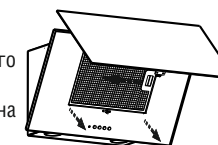

рис. 4
Перед установкой вытяжки снимите алюминиевый фильтр (рис. 4).
- потяните за нижний край откидной панели, как показано на рис. 4 и откройте ее до упора;